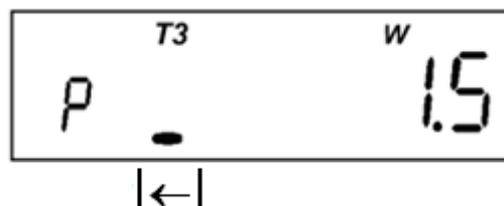

Рисунок 4.13
- прогнозируемая отпущенная активная мощность (отображается мнемоникой "*W*" и маркером "*|←*"). Только для двунаправленных счетчиков (Рисунок 4.13):